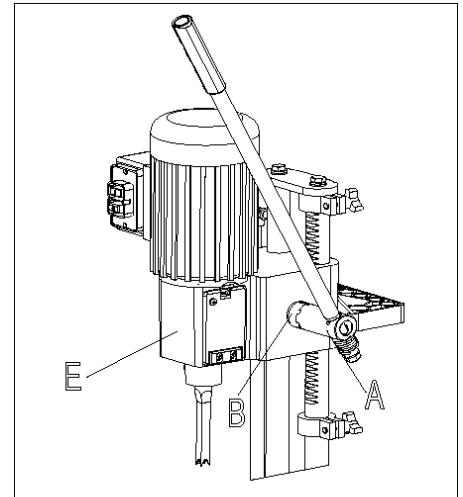

Fig. 3
2. Alzate la testa della mortasatrice (E) **Fig. 3** azionando la leva (A) in senso orario. **N.B.:** la leva (A) è montata su una molla e può riposizionarsi quando la rilasciate (è nella sua posizione iniziale quando si inserisce completamente nelle tacche del pignone dell'albero (B)).